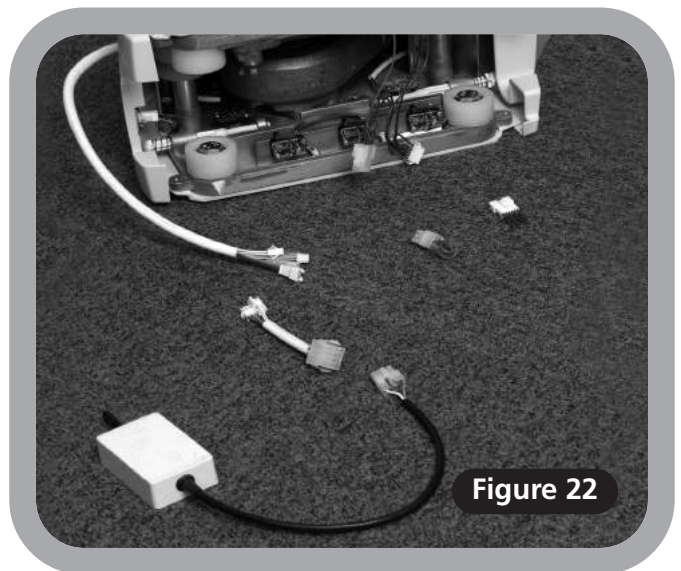

Figure 22
- 8 Côté limon, posez les couvercles sur les roulements, à l'aide des petits clous prévus. Puis, avec le rail dans sa position finale approximative, posez une vis dans chaque pied pour stabiliser celui-ci (**Figure 22**).
- 4 Déposez les plaques d'obturation situées sur le côté du bloc d'alimentation qui sera tourné vers l'escalier (**Figure 22**).
- 5 Connectez les liens de court-circuit du détecteur limiteur (**Figures 22 et 23**).
- 6 Connectez les liens de commande (ou l'interrupteur à levier) (**Figures 22 et 23**).